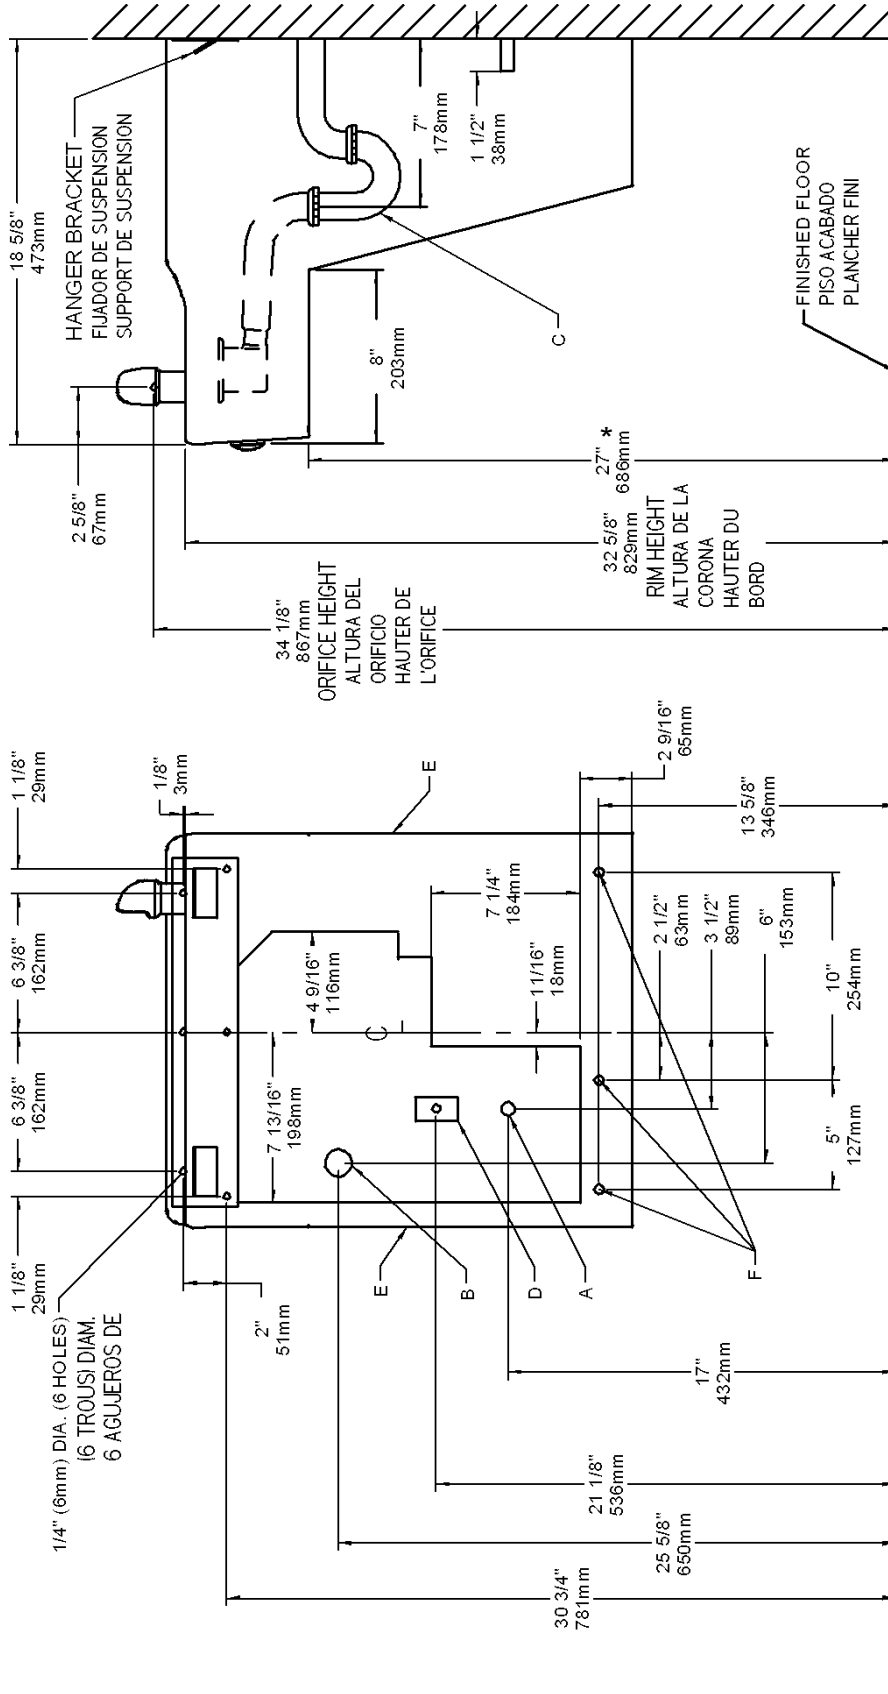

FIG. 2
- 1) Remove hanger bracket fastened to back of cooler by removing one (1) screw.
- 2) Mount the hanger bracket and trap as shown in Figure 2.
- 1) Quite el fijador de suspensión sujetados a la parte posterior del enfriador quitando un (1) tornillo.
- 2) Monte el fijador de suspensión y quite el purgador como se muestra en la Fig.2.